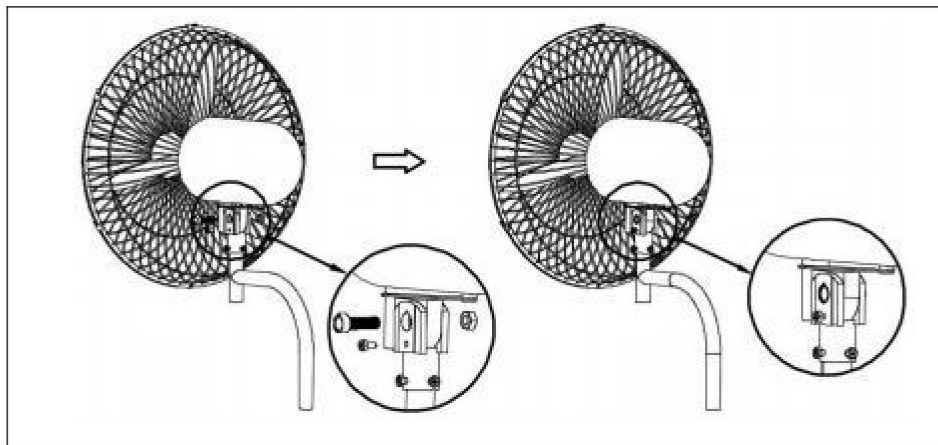

Fig.8.
ventilador 1). Instale el cabezal del ventilador en el soporte, luego bloquee los tornillos del soporte 4 (10) y las tuercas del soporte 1 (11) y finalmente bloquee los tornillos del soporte 3 (9). Consulte la (Fig.8).